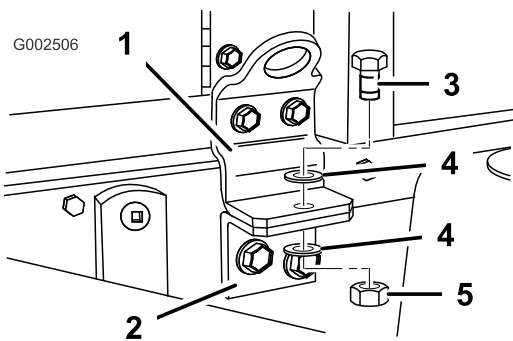

図 45
3. タンク台の前部から、安全ボルトを取り外す（図 45）。